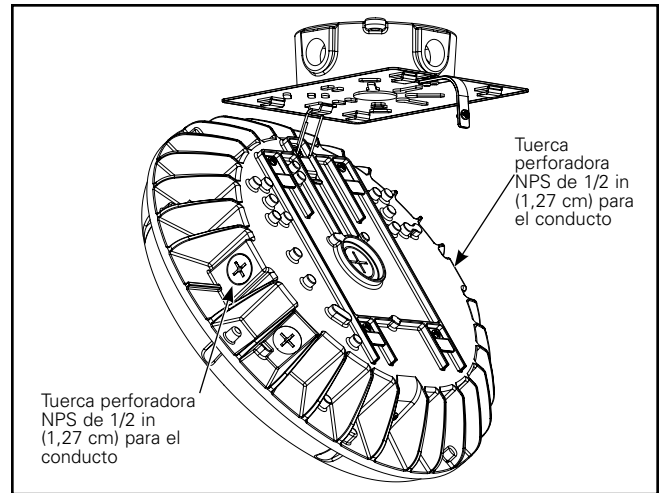

Figura 4.
- 5. Mientras la luminaria cuelga del gancho de la placa de montaje rápido, retire las tuercas perforadoras NPS de 1/2 in (1,27 cm), conecte el conducto a la luminaria y sujete con cinta de teflón (Figura 4). Las tuercas perforadoras NPS de 1/2 in (1,27 cm) están directamente enfrentados en la luminaria; no use la tuerca perforadora del interruptor de selección de lúmenes para conectar el conducto.